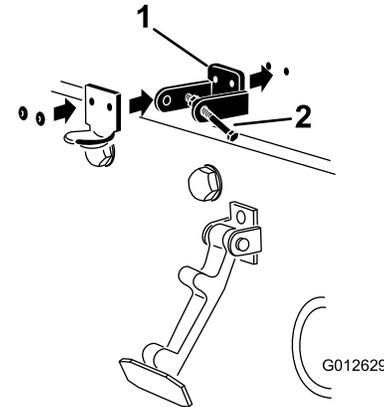

Рисунок 8
3. Выравнивая монтажные отверстия, поместите стопорный кронштейн стандарта CE и кронштейн фиксатора капота на капот. Стопорный кронштейн должен быть прижат к капоту (Рисунок 8). Не снимайте болт с гайкой в сборе с рычага стопорного кронштейна.
5. Приклепайте кронштейны и шайбы к капоту (Рисунок 8).